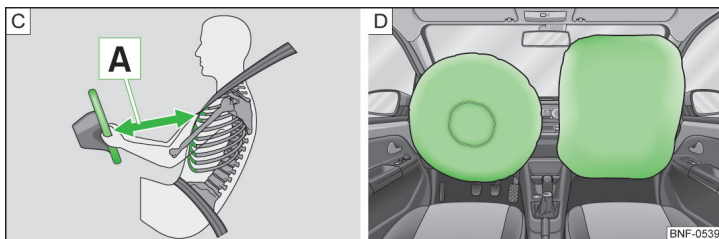

Fig. 7 Distanța sigură față de volan/airbaguri umplute cu gaz
Când se declanșează airbagurile, acestea se umflă în fața șoferului și pasagerului din față » fig. 7 - D. Airbagul umflat amortizează mișcarea spre înainte a pasagerilor reducând astfel riscul de rănire în zona capului și a pieptului.
- Atât pentru șofer cât și pentru pasagerul față este important să păstreze o distanță de aproximativ 25 cm față de volan, respectiv de planșa de bord A » fig. 7. Dacă nu se respectă această distanță, sistemul airbag nu își poate exercita eficiența maximă - Pericol! În afară de aceasta, scaunele față trebuie să fie întotdeauna reglate în funcție de înălțimea corpului.